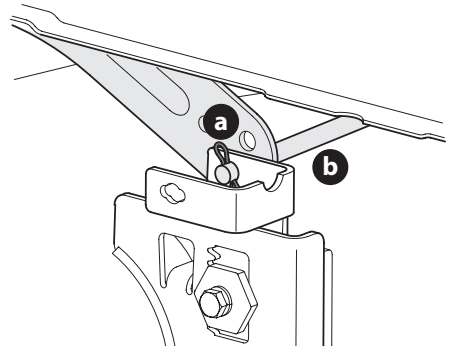

Figure 27
5. Tenez-vous du côté gauche du tracteur en regardant le plateau de coupe et repérez la goupille fendue (a) qui fixe la tige de support du plateau (b) à l'arrière gauche du plateau de coupe (Figure 27). Retirez la goupille fendue (a) et enlevez ensuite soigneusement le support de plateau (b) du bras de relevage.